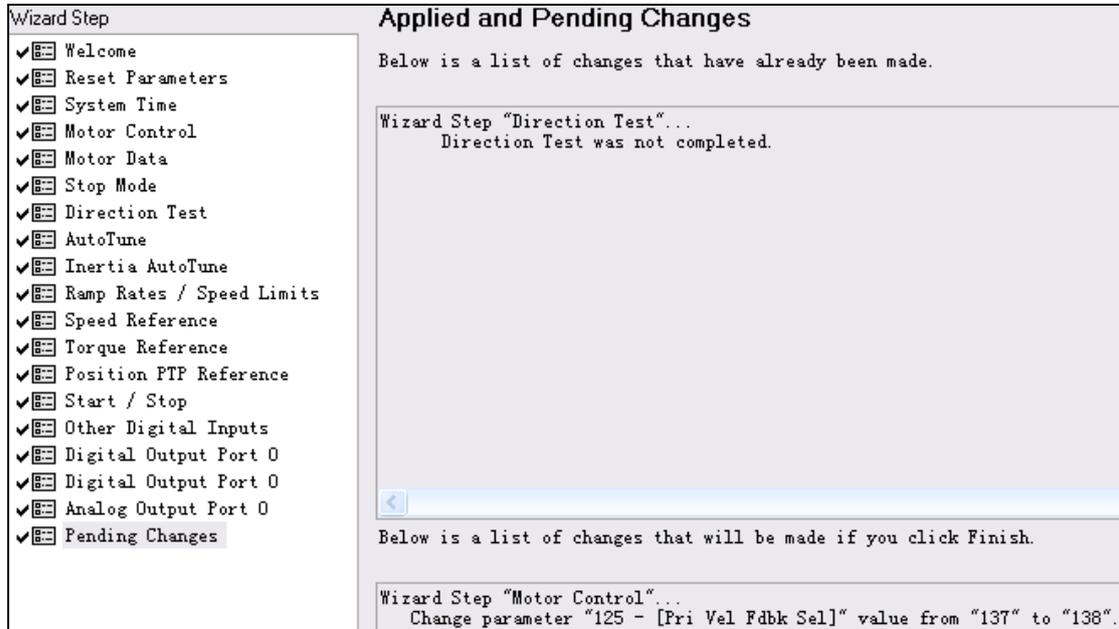

图 1-96 Applied and Pending Changes（应用改变和待定改变）项
10. 继续点击 Next> 直到进入最后一项，即向导的 Applied and Pending Changes（应用改变和待定改变）项。该项目的目的是确认在向导中进行的所有改变，并将这些改变应用到变频器中，如图 1-96 所示。